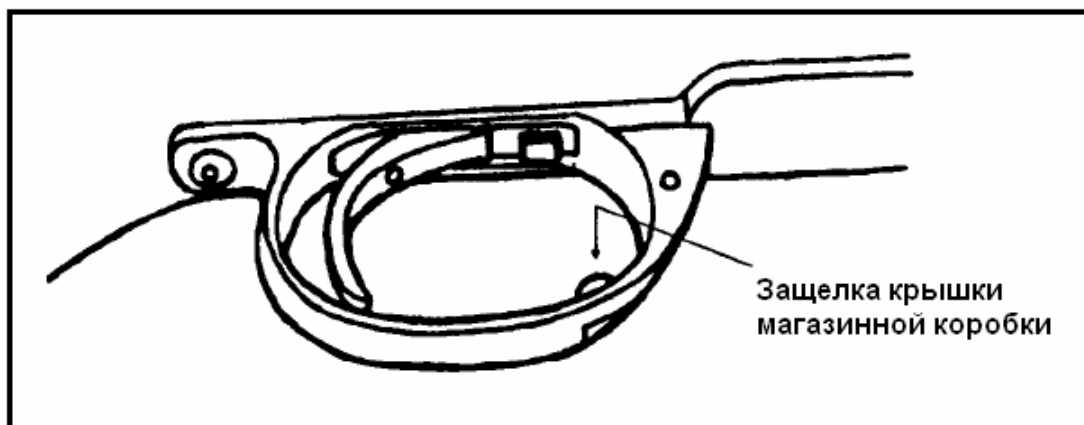

Рис. 2-17. Защелка крышки магазинной коробки.
- (1) Направить ствол винтовки в безопасное направление.
- (2) Поставить предохранитель в положение «S».
- (3) Поднять рукоятку затвора.
- (4) Положить одну руку на экстракционное окно. Второй рукой медленно отвести затвор назад.
- (5) Извлечь патрон из винтовки.
- (6) Положить руку под крышку магазинной коробки.
- (7) Нажать на защелку крышки магазинной коробки, чтобы ее освободить (рис. 2-17). Извлечь из магазина подающий механизм с пружиной.